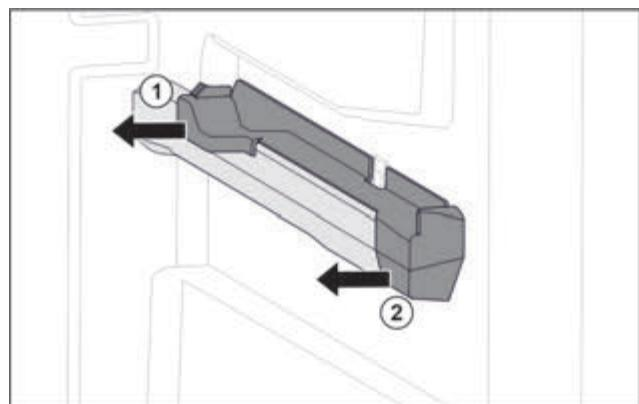

Fig. 84 Вставна частина на правому ребрі для резервуару
- Відсунути вставну частину назад вбік. Fig. 84 (1)
- Відсунути вставну частину вперед вбік. Fig. 84 (2)